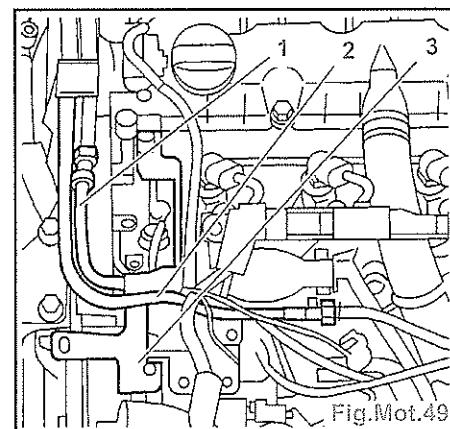

Fig.Mot.49
- Déposer le support cache-style droit (3) (avec pompe d'amorçage) (Fig.Mot.49).